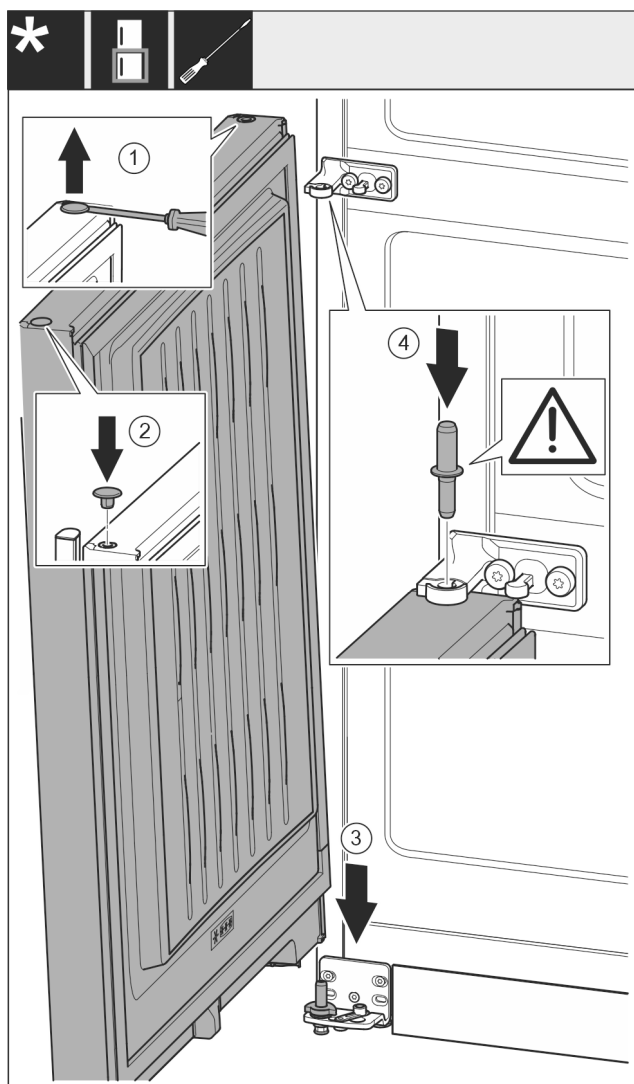

Fig. 19
- Soulever délicatement le bouchon avec un tournevis plat et le sortir. Fig. 19 (1)
- Remettre en place le bouchon de l'autre côté de la porte. Fig. 19 (2)
- Mettre la porte par le haut sur l'axe de palier inférieur. Fig. 19 (3)
- Mettre en place l'axe de palier du milieu à travers le support de palier du milieu dans la porte inférieure. Veiller à ce que l'ergot d'enclenchement soit orienté en arrière. Fig. 19 (4)